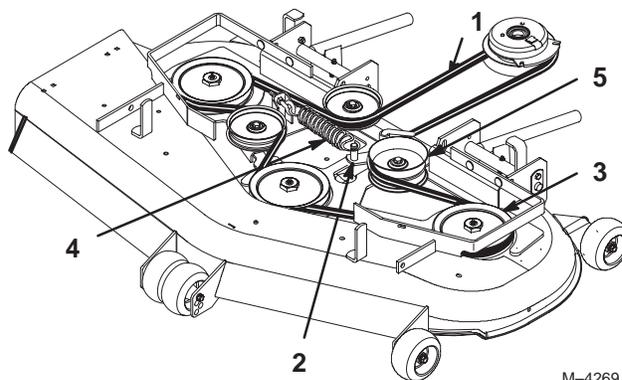

Figure 63
4. Déposez la courroie. Commencez à la poulie extérieure et tournez la courroie pour la déposer (Fig. 63).
7. Remettez la poulie de tension en place et installez la courroie sur les autres poulies (Fig. 63).